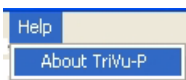

Рисунок 55. Help->About
3. Нажмите *Help* ► *About TriVU* (Рис. 55).